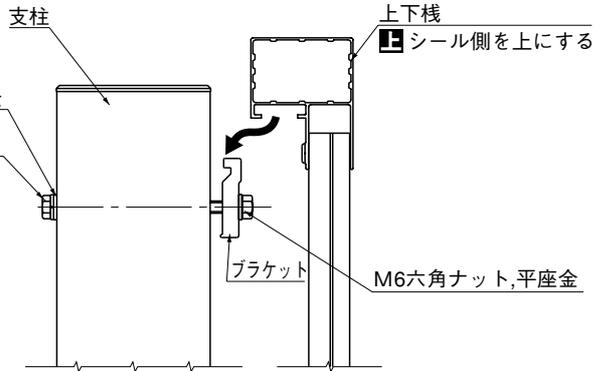

図 2-2
- ②上のブラケットに本体を掛け固定してください。(図 2-2)